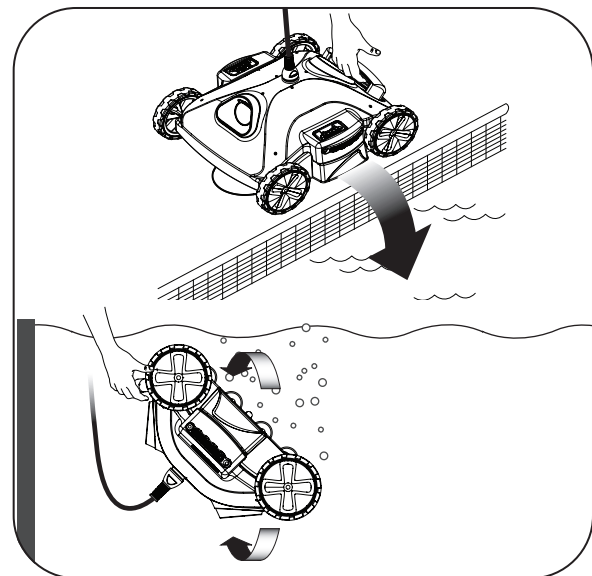

Figura 4. Sumerja y elimine el aire atrapado
2. Sumerja el limpiador verticalmente y vuélvelo hasta que las burbujas se detengan para eliminar el aire que pudiera estar atrapado dentro (Figura 4).